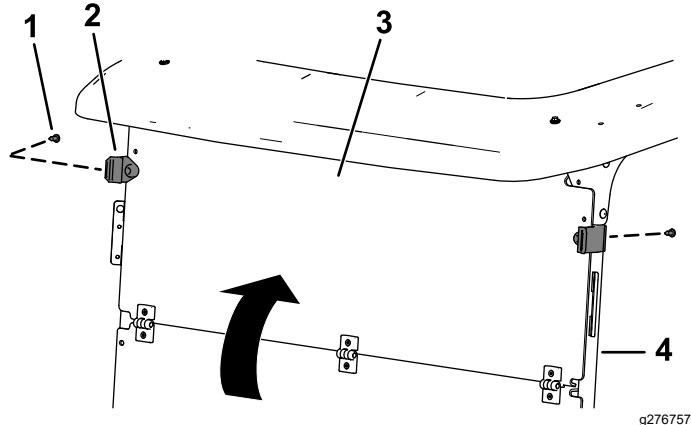

Figure 7
- Dépliez le pare-brise et fixez la partie supérieure aux tubes de support de l'abri au moyen de 2 pinces en caoutchouc et de 2 rivets en plastique courts insérés dans les trous inférieurs (Figure 7).